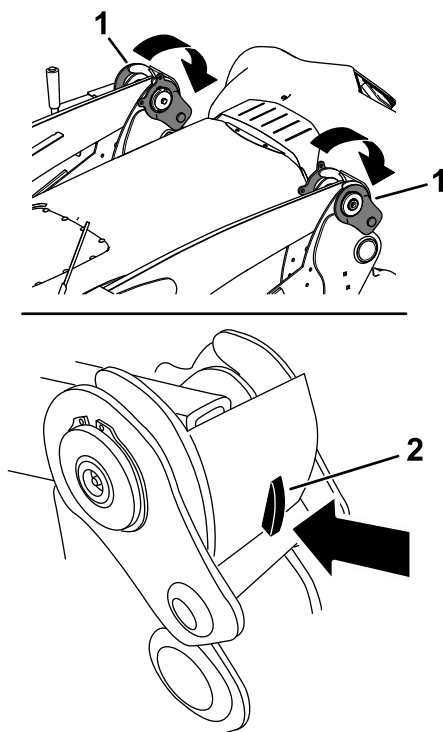

Bild 54
7. Verriegeln Sie die Hubarme an der Maschine, indem Sie jede Hubarmverriegelung so absenken, dass die Sperrriegel die Verriegelungen arretiert (Bild 54).